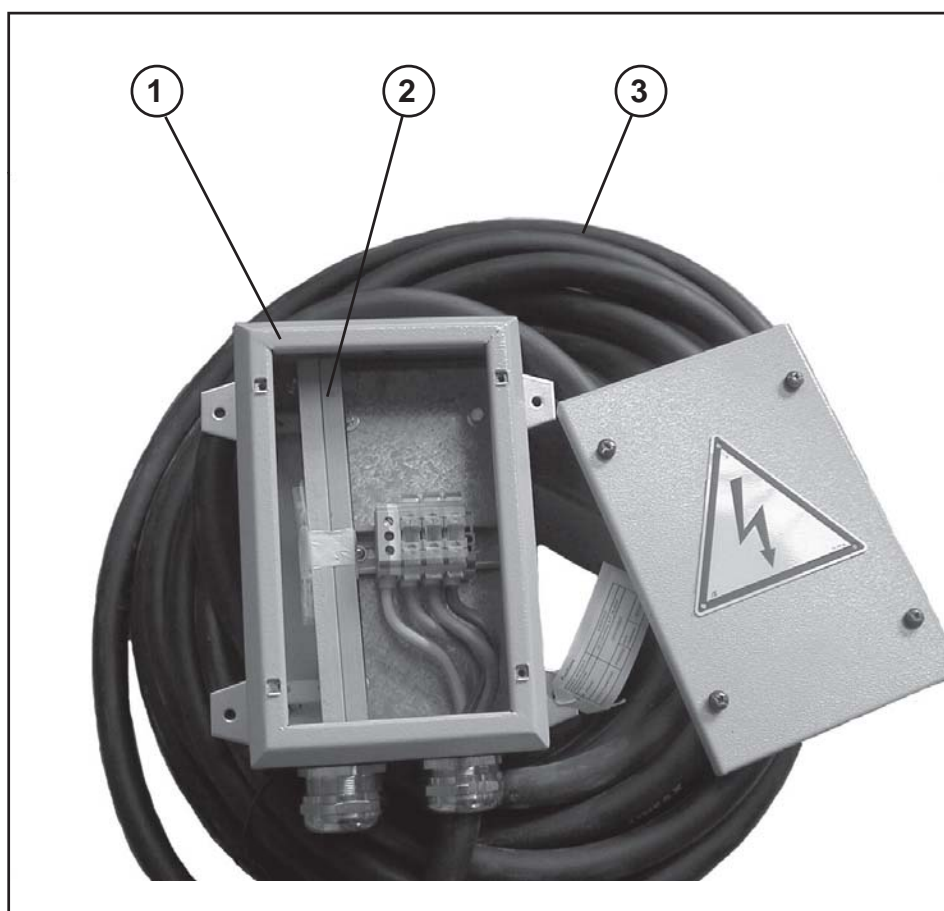

Abb.1.3.1
Der Verlängerungskabelbausatz (Abb. 1.3.1) besteht aus einem Kabel (3) mit angemessenem Querschnitt und Länge (konfiguriert für eine Turmhöhe von 4 Turmschüssen und gekennzeichnet durch verschiedene Codes, und zwar je nach Höhe und Modell der betreffenden Kräne – siehe Tabelle 1.3.1), aus einem Verteilerkasten (1) sowie aus einem Befestigungssatz für den Kasten (2), welcher im Kasten selbst positioniert ist.